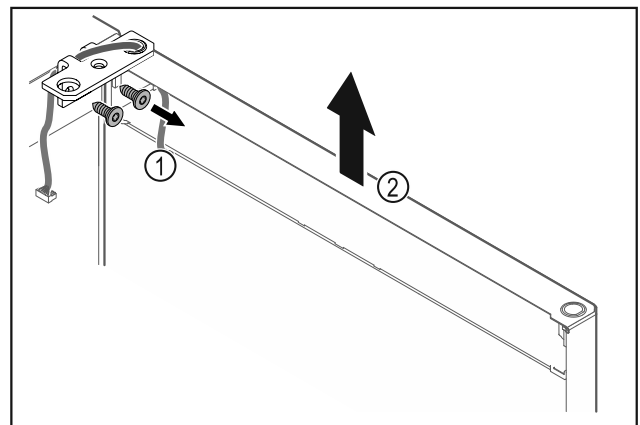

Fig. 17
- ▶ Відкрутити шарнірний кутик Fig. 17 (1).
- ▶ Дверцята з шарнірним кутиком Fig. 17 (2) приблизно на 200 мм прямо підняти вгору і зняти.